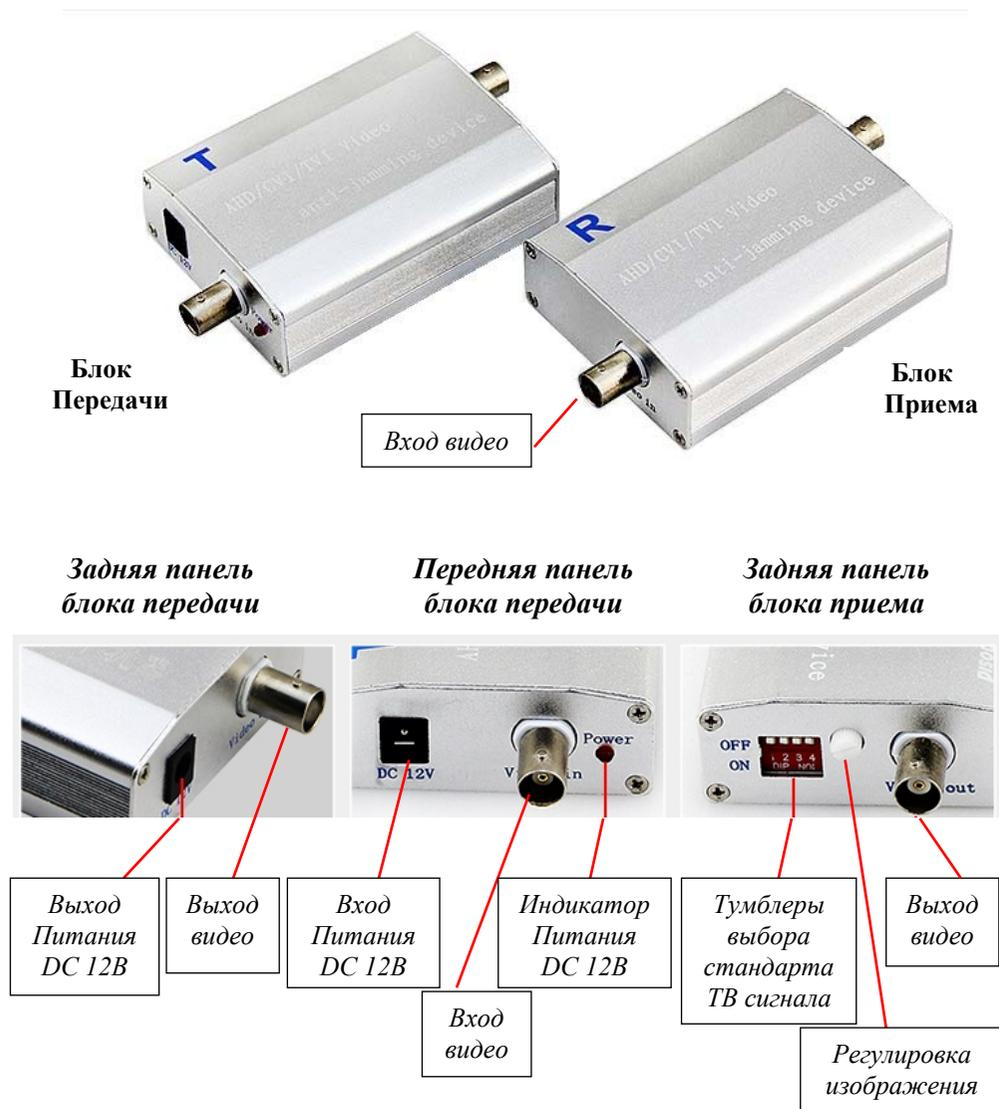

Рис. 1 Схема расположения элементов настройки и точек коммутации УЗЛ
4.2. Для подстройки видео изображения используйте соответствующий регулятор, смотрите Рисунок 1.